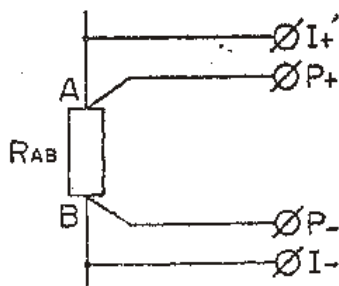

图 6
仪器接通电源后，按下“R”键，把测试导线和被测对象相连，如图 6 所示。待面板上读数稳定后，数值就是AB间被测电阻值 R_{AB} 。
3、准确调整：把仪器与电阻箱如图 6 用测试导线相连。